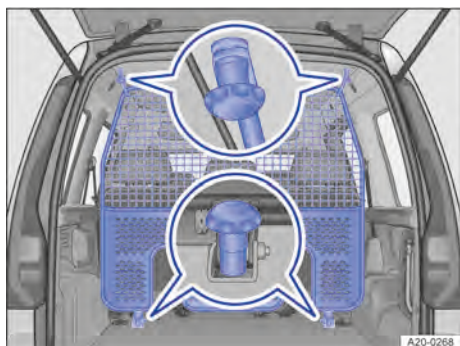

Abb. 159 Im Laderaum: Gittertrennwand hinter der zweiten Sitzreihe.
3. Gittertrennwand an den hinteren Befestigungspunkten im Dach festschrauben → Abb. 159.
4. Gittertrennwand an den unteren Verankerungen festschrauben → Abb. 159.
3. Gittertrennwand an den vorderen Befestigungspunkten im Dach festschrauben → Abb. 159.
1. Gittertrennwand an den unteren Verankerungen losschrauben → Abb. 159.
2. Gittertrennwand an den Aufnahmen im Dach losschrauben → Abb. 159.